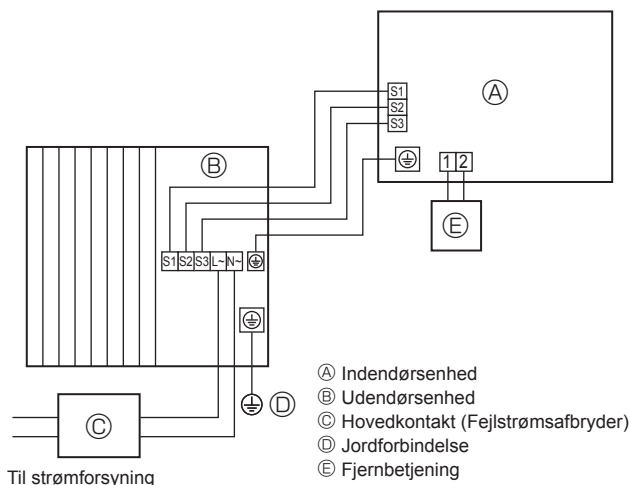
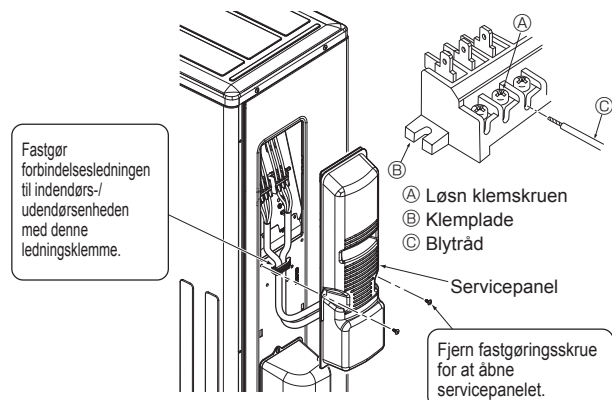

Fig. 6-1
Fig. 6-3
### 6.1. Udendørsenhed (Fig. 6-1, Fig. 6-2, Fig. 6-3)
① Fjern servicepanelet.
② Træk kablerne som vist i Fig. 6-1, Fig. 6-2, og Fig. 6-3.